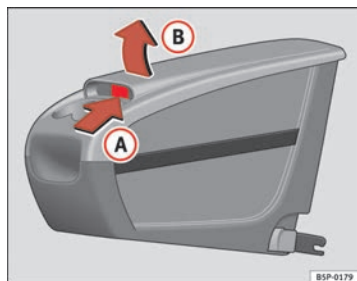

Abb. 114 Zusätzliche Ablage. Öffnen
- Die Klappe (B) im Bereich (A) ⇒ Abb. 114 anheben.